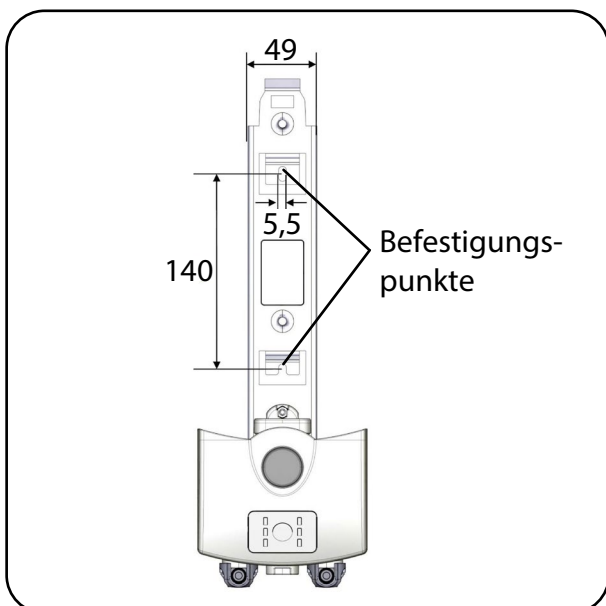

Abb. 6.3.03 – Montagesschiene mit Befestigungspunkten
1. Befestigen Sie die Montagesschiene senkrecht an einer ebenen und festen Wand (Abb. 6.3.03). Beachten Sie bei der Art der Befestigung das Wandmaterial. Verwenden Sie Dübel und Schrauben entsprechend der Wandbeschaffenheit.